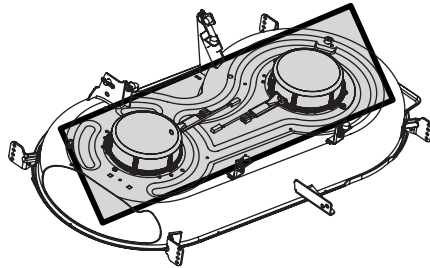

Figura 17
- Limpie la parte superior de la plataforma del tractor. Consulte la Figura 17.